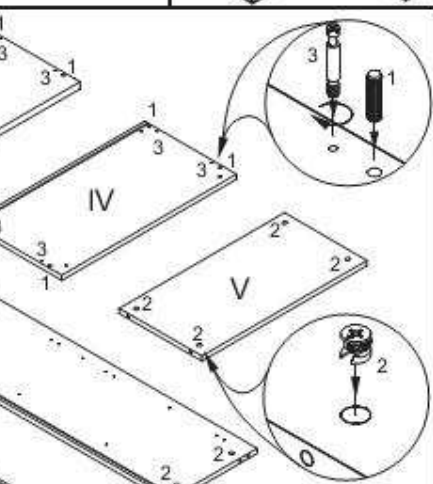
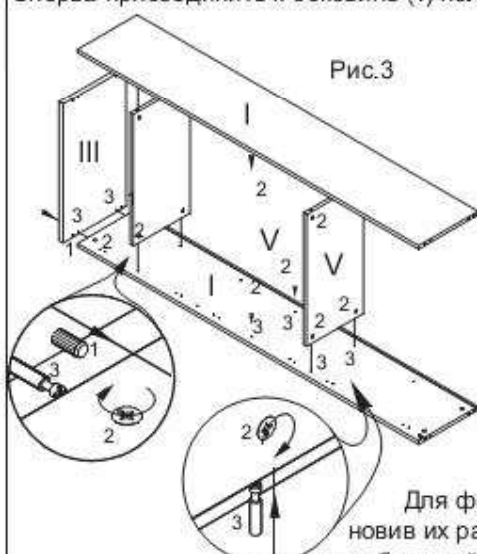

Рис.2
Рис.3
Положить боковины (I), полку верхнюю (III) и полку нижнюю (VI) пазом вверх, (см.рис.2).
Вкрутить дюбеля стяжек-эксцентриков (3), вставить в отверстия шкранты (1) (см. рис. 2). Положить переставные полки (V) отверстиями вверх, (см.рис.2). Вставить стяжки-эксцентрики (2) стрелкой в направлении отверстий на торцах (см.рис.2). Каркас стеллажа рекомендуется собирать на боковине, например как показано на рис.3.
тянуть стяжки-эксцентрики (2) (см. рис.3). Присоединить сверху на полки переставные (V) другую боковину (I) (см. рис.3). Затянуть стяжки-эксцентрики (2) (см.рис.3). К торцам боковин(I) присоединить полку верхнюю (III).
Зафиксировать полку верхнюю (III), затянув стяжки-эксцентрики (2) в боковинах (I), см рис.3.
Закрепить ответную планку к замку (3) на противоположной боковине (стойка средней) саморезами (5) (рис.2).
Закрепить ответную планку к замку (3) саморезами (5), таким образом, чтобы планка находилась напротив задвижки замка (рис.2).